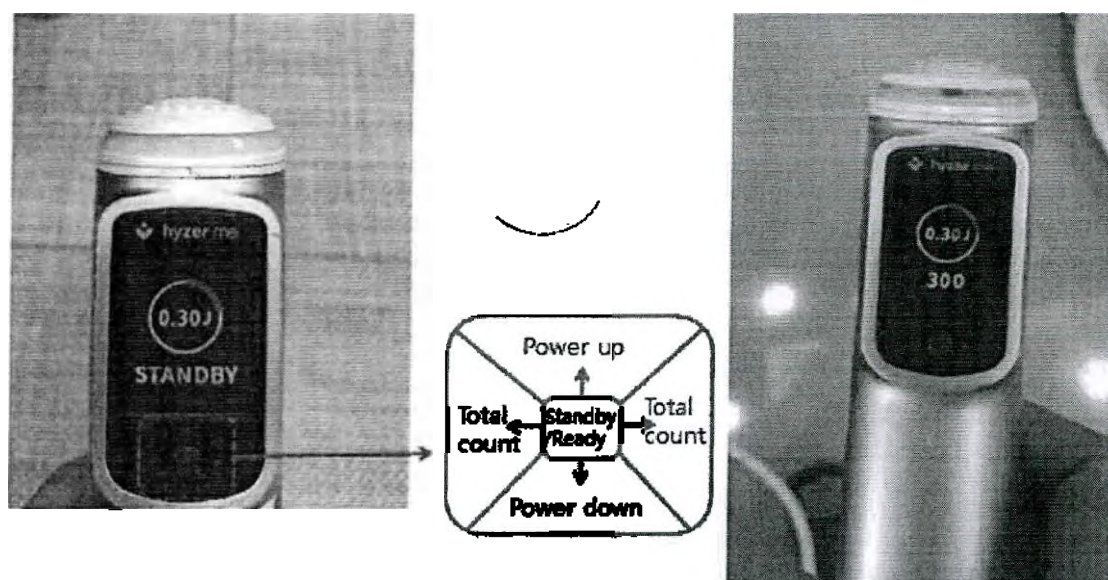

Рисунок 15 – Экран насадки ультразвуковой
①	Настройка левой («LEFT») кнопки запуска ультразвукового излучения («Включение / Выключение» («ON/OFF»))	Активация («ON») / деактивация («OFF») левой («LEFT») кнопки запуска ультразвукового излучения насадки ультразвуковой.
②	Настройка центральной («CENTER») кнопки запуска ультразвукового излучения («Включение / Выключение» («ON/OFF»))	Активация («ON») / деактивация («OFF») центральной («CENTER») кнопки запуска ультразвукового излучения насадки ультразвуковой.
③	Настройка правой («RIGHT») кнопки запуска ультразвукового излучения («Включение / Выключение» («ON/OFF»));	Активация («ON») / деактивация («OFF») правой («RIGHT») кнопки запуска ультразвукового излучения насадки ультразвуковой.
④	Кнопка «Назад»	Нажатие кнопки обеспечивает переход на информационный экран системы Hyzer Me.
4.2.5 Экран насадки ультразвуковой (рисунок 15)